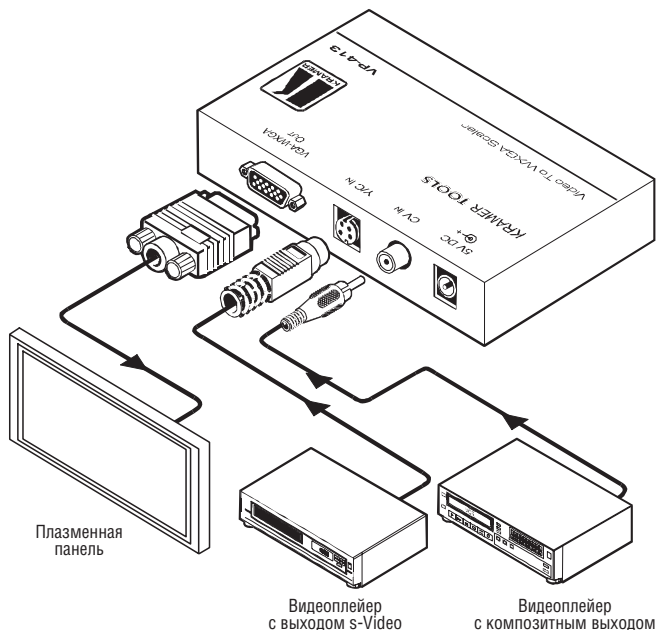

Рис. 5. Подключение источников и приемника сигнала к масштабатору VP-413
Для подключения к **VP-413** источников и приемника сигнала (рис. 5):
4. Подключите выход источника питания к разъему питания *5V DC*, а источник питания вставьте в розетку электросети (не показана на рис. 5).